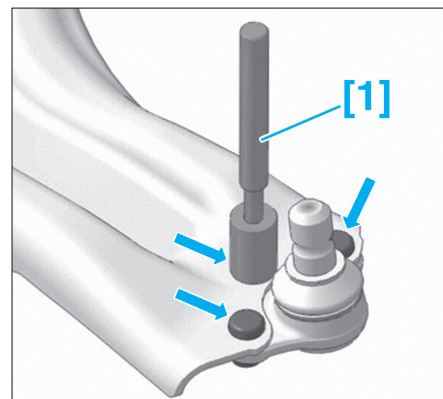

FIG. 24
- A l'aide de l'outil [1], pointer parfaitement, le centre des 3 rivets (Fig.24).